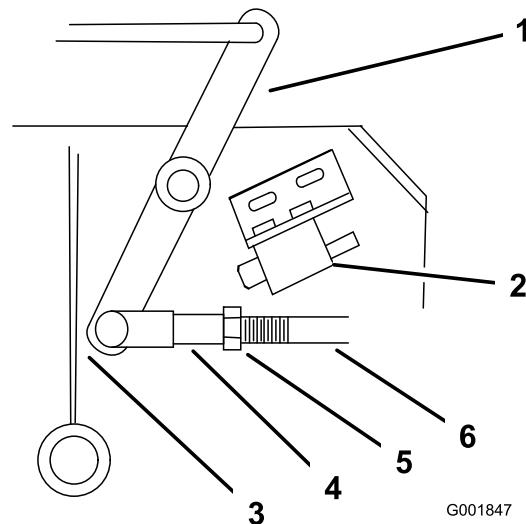

Figura 53
9. Afloje la tuerca de la horquilla (Figura 53).